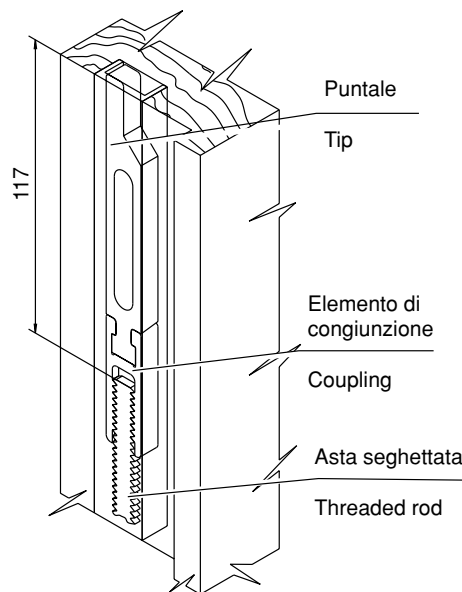

Fig. 7
- Agganciare l'asta seghettata (fig. 7) al puntale mediante l'elemento di congiunzione in modo tale che il puntale sia a filo con il bordo del frontale.
- Attach the threaded rod (fig. 7) to the tip with the coupling so that the tip is flush with the faceplate.